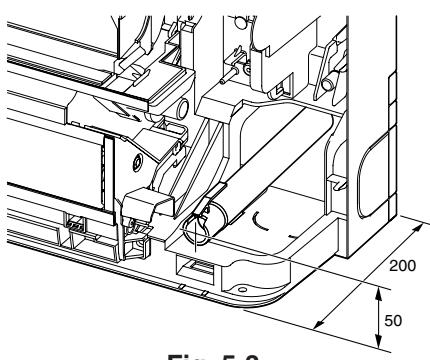

Fig. 5-3
- Al tender la tubería de drenaje, asegúrese de que la manguera de drenaje ise tiende tal y como se indica a continuación. (Fig. 5-3)